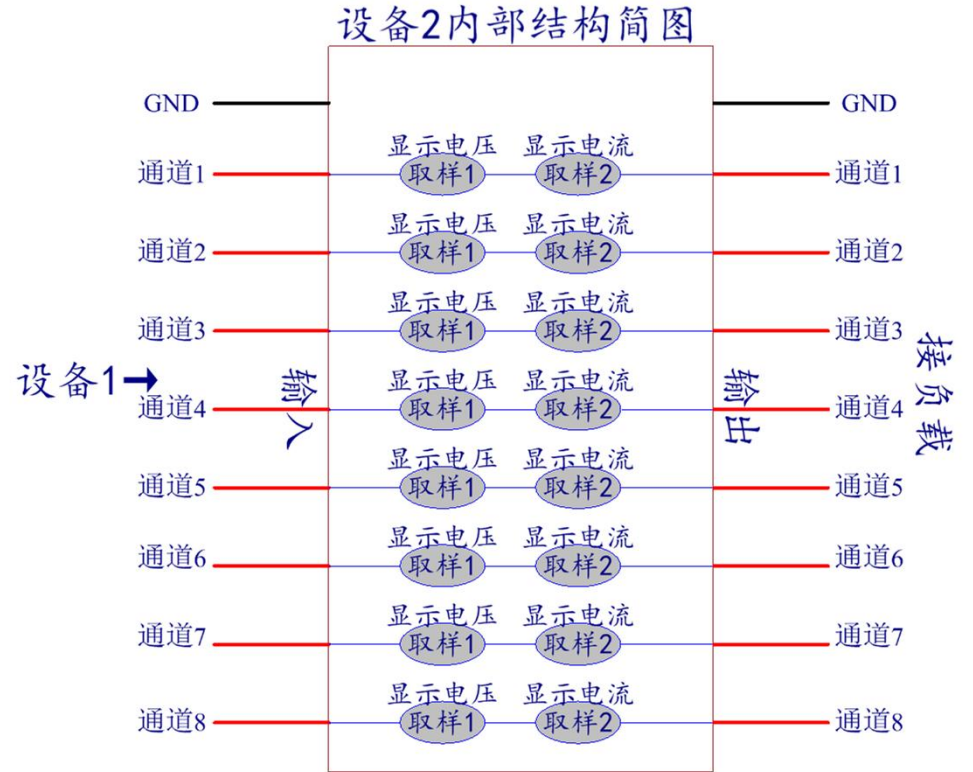

图3
- Ø 见右图3，设备2内部简易结构图展示了设备1的各通道和设备2的各通道的关系；